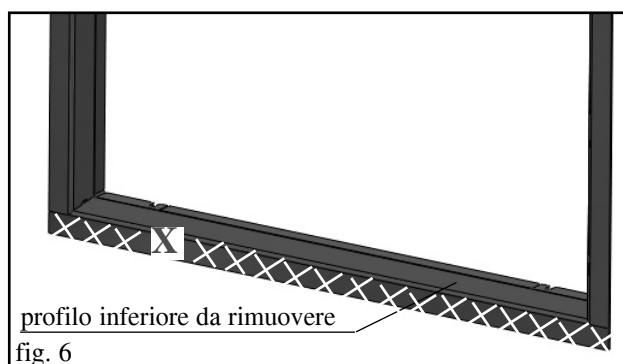

fig. 6
Pellstar è dotata di una cornice contorno bocca. Nel caso di installazione in sostituzione di Firebox® Edilkamin serie 54 deve essere asportato il profilo (X) che sborda dal traverso inferiore (fig. 6). Detto profilo è predisposto per l'asportazione, è sufficiente fare leva con un cacciavite, dopo aver tolto le viti poste nei 2 angoli.